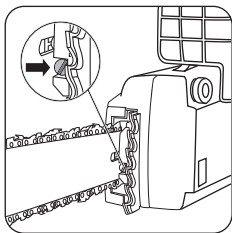

рис. 12
1. Чтобы натянуть цепь, поверните зажимную ручку (1) против часовой стрелки, а красное кольцо с храповиком (2) — по часовой стрелке. (рис. 12) Чтобы уменьшить натяжение цепи, поверните красное кольцо с храповиком против часовой стрелки. Убедитесь в том, что цепь расположена по всей периферии шины.